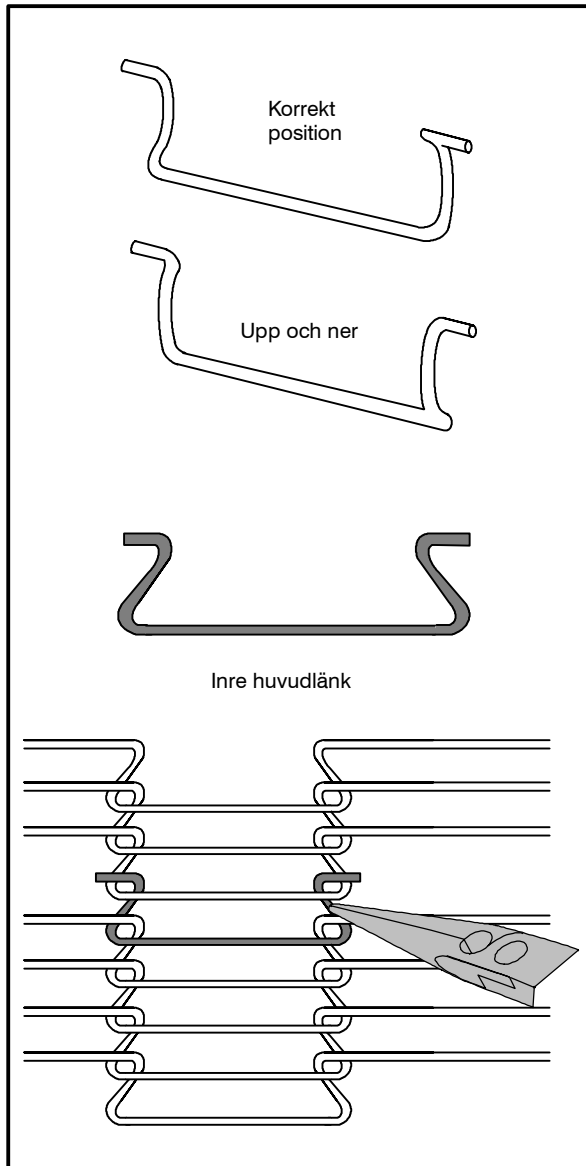

Figur 11
1. Trä transportbandet från ugnens högra sida. Transportbandet har öglor vid dess båda ändar. Dessa öglor måste röra sig baklänges på stödställningen för att undvika skador på bandet. Se Figur 11 för korrekt bandorientering. Skjut bandet genom stödställningen mellan de övre och nedre guidestängerna. Stoppa när ungefär 31 cm av band hänger ut på vänster sida.